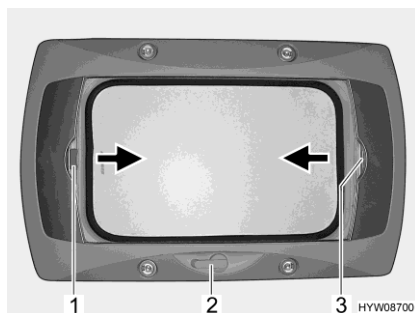

Fig. 48 Oblò a manovella
- Ruotare la manovella (Fig. 48,2) fino a quando non si incontra resistenza.
- Tirare la tendina oscurante pieghevole per la maniglia (Fig. 48,3) nella direzione della freccia fino alla posizione desiderata e rilasciare. La tendina oscurante pieghevole rimane in questa posizione.
- Tirare la zanzariera a rullo per la maniglia (Fig. 48,1) nella direzione della freccia verso la maniglia contrapposta della tendina oscurante pieghevole (Fig. 48,3) e farla innestare.
- Tirare la maniglia della zanzariera a rullo (Fig. 48,1) dietro, verso l'alto, e sganciare la zanzariera a rullo dalla tendina oscurante pieghevole (Fig. 48,3).